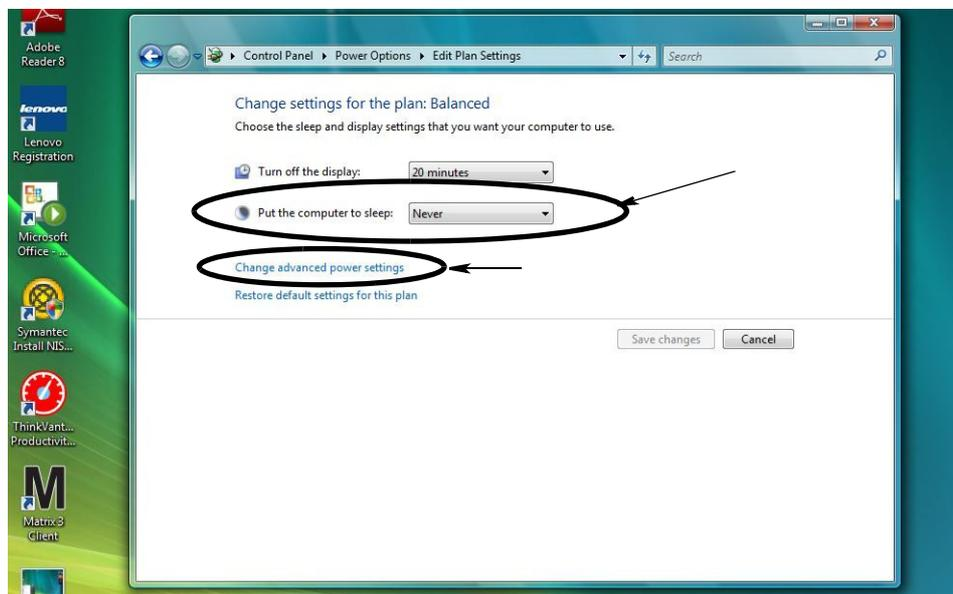

ABB. 35
4. Ändern Sie das Feld „Energiesparmodus nach:“ auf „Nie“. Wählen Sie dann „Erweiterte Energieeinstellungen ändern“ (ABB. 35).